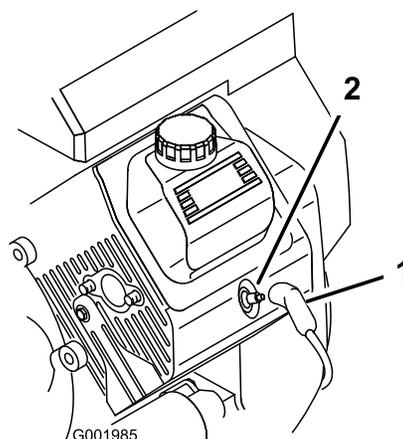

図 39
3. 点火プラグのコードが抜けているのを確認する **図 39**。
3. 点火コードを取り付ける 図 39。